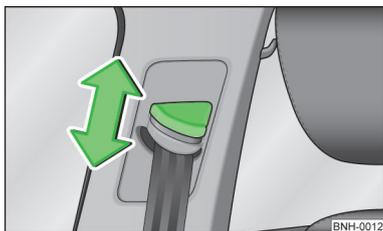

Abb. 130
- Den Umlenkbeschlag drücken und in die gewünschte Richtung nach oben oder unten schieben » **Abb. 130**.